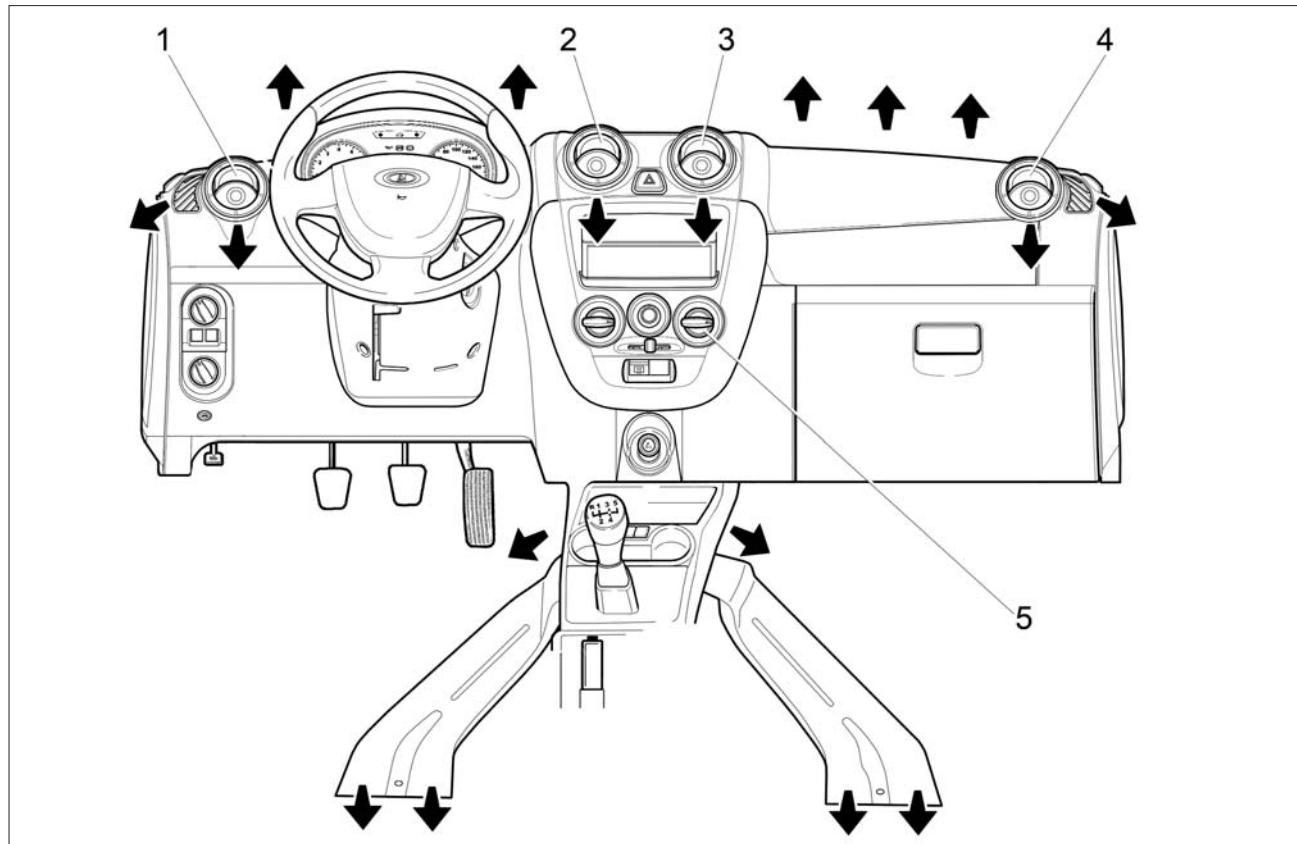

Рис. 38. Направления потоков воздуха из дефлекторов и воздуховодов
Непосредственным воздействием на дефлекторы сопел 1, 2, 3 и 4 (рис. 38) регулируется интенсивность подачи воздуха путем изменения положения дефлекторов вплоть до полного их закрытия. Открытие нужного сопла производится нажатием на специальное углубление в дефлекторе. Вращением дефлектора регулируется направление воздушного потока.
- **сопла 1, 2, 3 и 4** (см. рис. 38) открыть, нажав на специальное углубление в дефлекторе;
**В положении рукоятки 4 хотя бы одно из сопел 1, 2, 3 или 4 (см. рис. 38) должно быть открытым, иначе теплообменник охлаждения воздуха (испаритель) может обледенеть и перекрыть подачу воздуха в салон.**